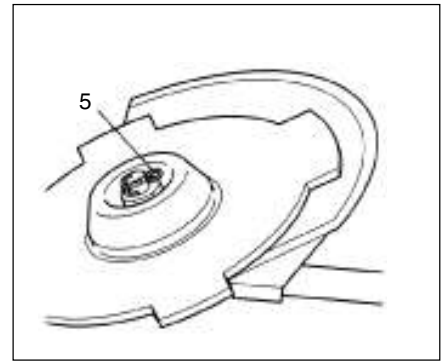

Fig. 1-10C
If your unit is of a nut securing type and equipped with a cotter pin, the blade must be retained with a new cotter pin (5) each time installed. (Fig. 1-10C)
Si votre machine est du type à écrou de blocage et muni d'une goupille, il faut retenir la lame au moyen d'une goupille neuve (5) qu'on remplace à chaque fois. (Fig. 1-10C)
Se il suo elemento é del tipo di fissaggio a dado e provvisto di una chavetta trasversale, la lama deve sostenersi per mezzo di una coppia nuova (5) ogni volta quando sia effettuato il montaggio. (Fig. 1-10C)